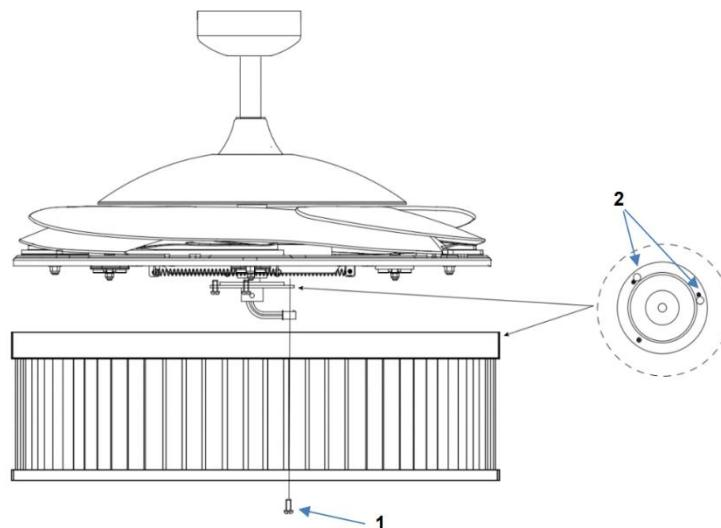

Fig. 7
INSTALACIÓN DEL KIT DE ILUMINACIÓN (Fig. 7 y 8)
- Afloje el tornillo (1) del soporte del ventilador. Alinee los dos tornillos ranurados con las ranuras de la bocallave (2) del soporte de la pantalla de la lámpara. (Fig. 7)
- Gire la pantalla de la lámpara en sentido antihorario hasta que los tornillos ranurados queden firmes en el extremo de las ranuras (2).
- Fije el tornillo (1) al soporte de la pantalla de la lámpara. Apriete los tres tornillos. No los apriete en exceso.